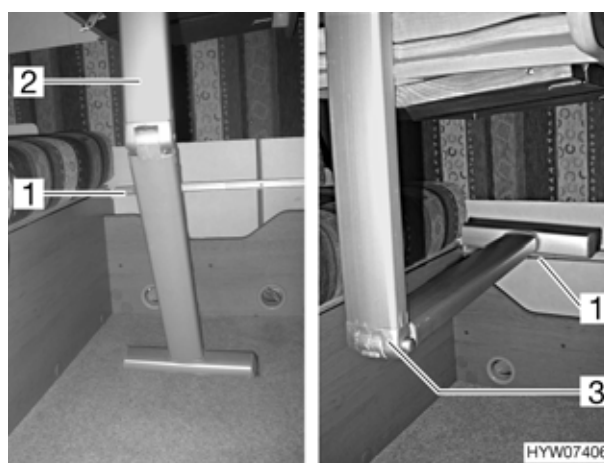

Fig. 67 Tavolo sospeso (variante 3)
- Sbloccare il piede del tavolo (Fig. 67,2) sul giunto e ripiegarlo.
- Agganciare il tavolo sospeso nella sbarra di aggancio inferiore (Fig. 67,1) e collocarlo sul giunto del piede del tavolo (Fig. 67,3).